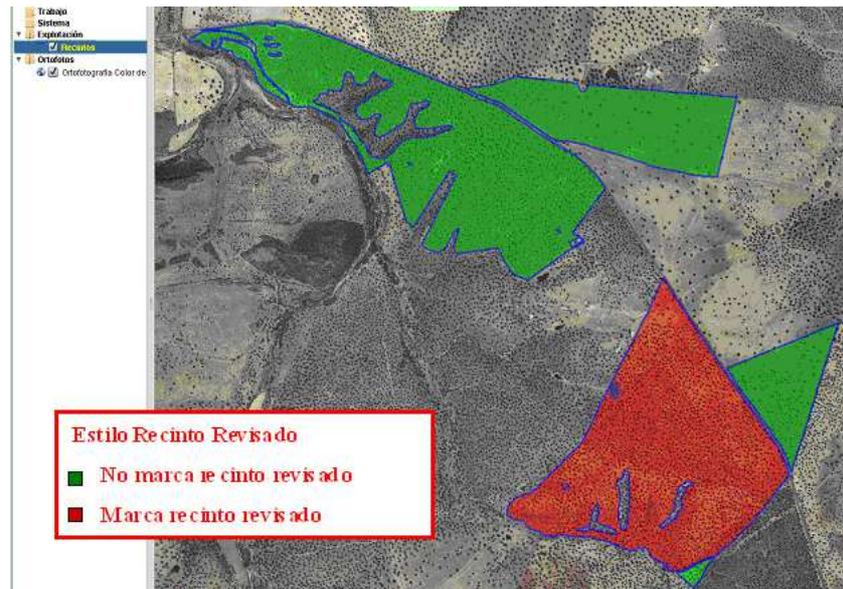

Fig. 51
- **Recinto revisado:** muestra en color rojo los recintos que tienen marcado “Recinto revisado” y, en verde, aquellos que no se encuentra marcado (Fig. 51).